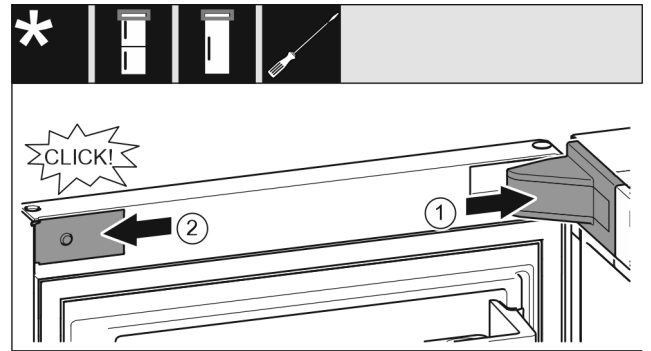

Fig. 21
- ▶ Nasadte kryt ložiskovej konzoly a zaistite, príp. opatrne roztlačte. Fig. 21 (1)
- ▶ Zboku nasadte a zaistite kryt. Fig. 21 (2)